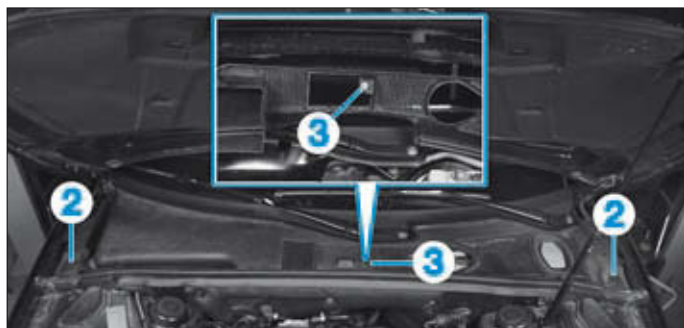

FIG. 54
- Déposer les agrafes (2) (Fig.54).
- Dégrafer en (3) et retirer la grille d'auvent.